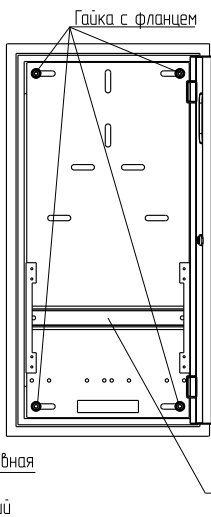

Рисунок 10
4.3.4 Открутить четыре гайки М6 с фланцем и снять их со шпилек – для ЯУР-3/12 (3) (рисунок 10). Гайки с фланцем сохранить.